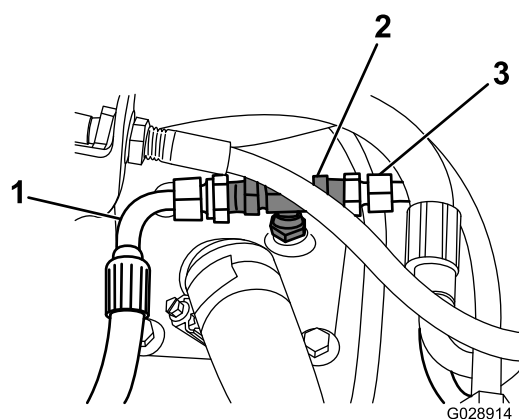

図 3
9. ステップ 3 で外した3/8 インチのドレンホースをアダプタに取り付ける (図 3)。